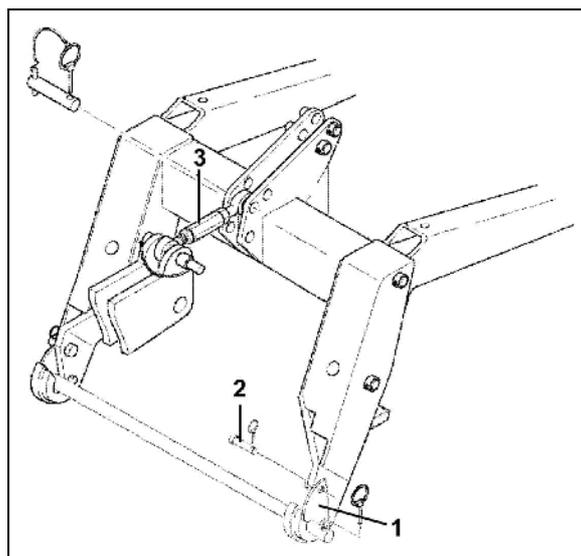

Fig. 62
2. Nach dem Ankuppeln Sicherungslaschen (Fig. 62/1) über die Zapfen der Unterlenker schwenken und jede Sicherungslasche mit einem Bolzen (Fig. 62/2) und Klappstecker sichern.
3. Den kurzen Oberlenker (200 bis 260 mm - Fig. 62/3) am oberen Anlenkpunkt der Sämaschine und am Hubrahmen mit dem Bolzen $\varnothing 25 \times 100$ mm abstecken.